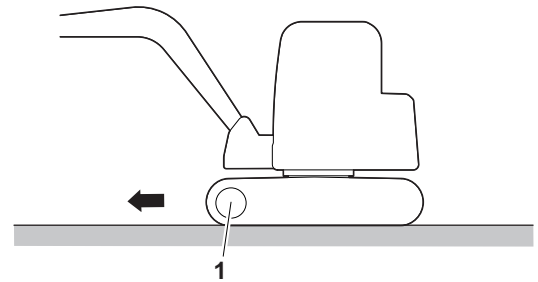

Figura 53
15. Para proteger el mecanismo de avance inferior de la máquina al conducir por terreno abrupto o rocas, dirija la polea guía (1, Figura 53) hacia la dirección de la marcha. Los resortes de la polea guía y de la oruga están amortiguados para absorber los impactos directos.